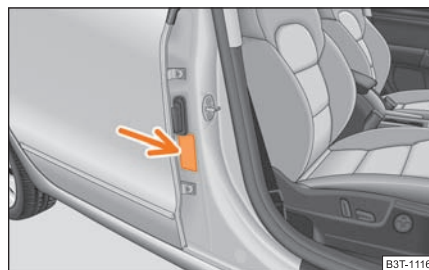

Abb. 180 Aufkleber an der mittleren Karoseriesäule auf der Beifahrerseite
- Auf diese Tatsache weist auch der Aufkleber hin, der sich an der mittleren Karoseriesäule auf der Beifahrerseite befindet ⇒ Abb. 180. Der Aufkleber ist nach dem Öffnen der Beifahrertür sichtbar. Für einige Länder ist der Aufkleber auch an der Sonnenblende des Beifahrers angebracht.